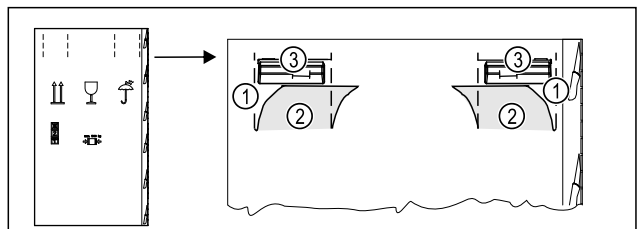

Fig. 5
- Iespiediet iepakojuma kartonu augšā pie perforējuma Fig. 5 (1).
► Izvelciet iespīstās plāksnītes Fig. 5 (2).
► Labajā un kreisajā pusē ir redzams pārvietošanas rokturis Fig. 5 (3).
► Turiet ierīci aiz pārvietošanas rokturiem Fig. 5 (3).